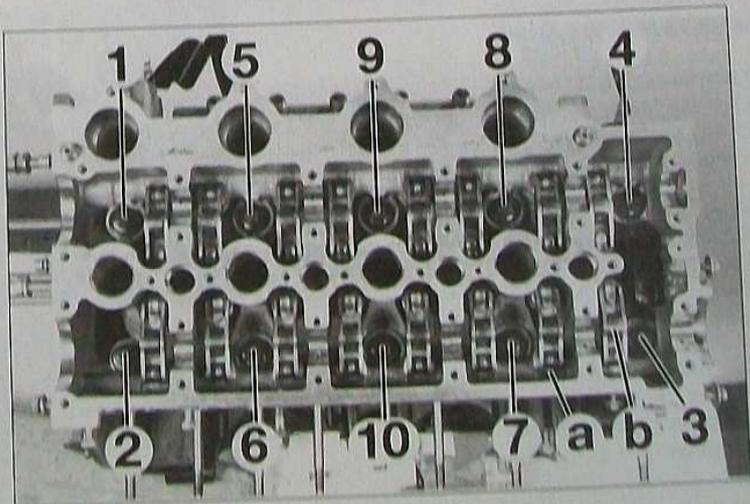

FIG. 41
- tous les linguets (b) avec leur poussoir hydraulique (a) en repérant leur position (Fig.41).